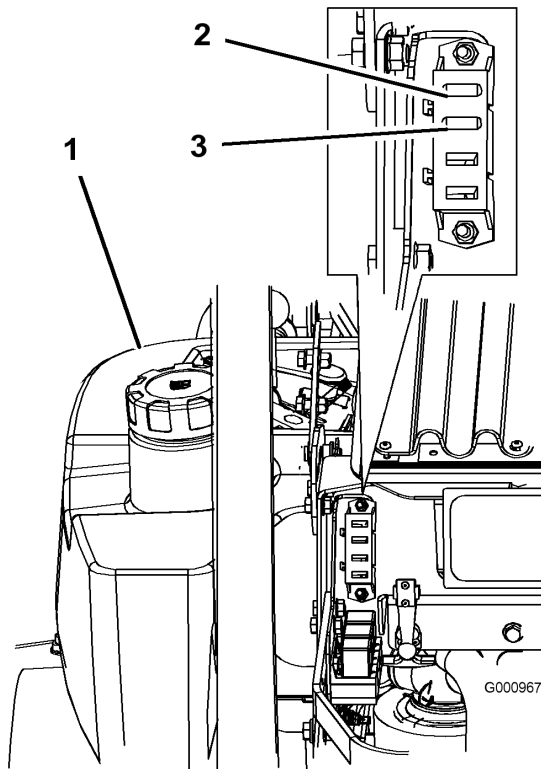

Bild 41
1. Entriegeln Sie die Motorhaube und heben Sie sie an, um die Sicherungsfassung zugänglich zu machen (Bild 41).
3. Setzen Sie eine neue Sicherung ein (Bild 41).